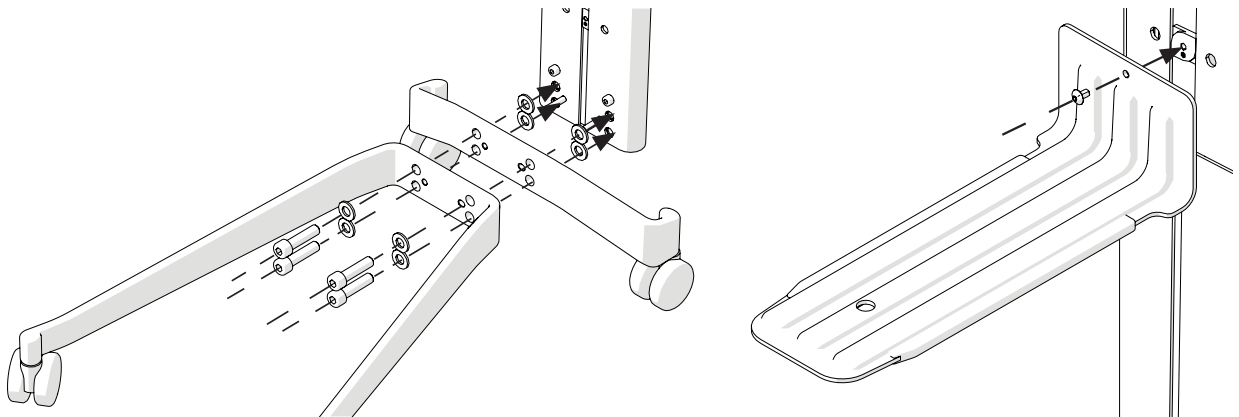

Bild 3 Montageschritte
5. Setzen Sie den langen Fuß (Pos. 2) mit der kurzen Seite auf den kurzen Fuß, siehe Bild 3.